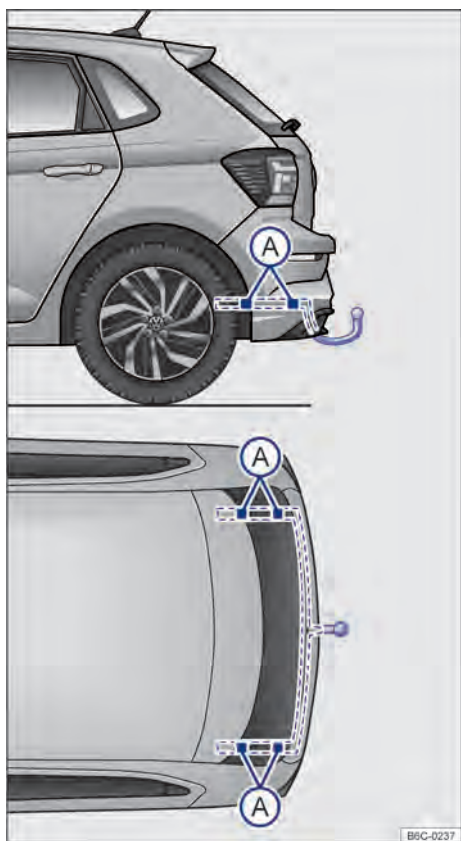

Fig. 158 Pontos de fixação para instalar um dispositivo de reboque posteriormente.
A figura → Fig. 158 ilustra, como exemplo, o ponto de fixação para instalar um dispositivo de reboque do modelo Polo.
A montagem posterior de um dispositivo de reboque deverá ser efetuada de acordo com as instruções do respectivo fabricante do engate, sempre respeitando os pontos de fixação indicados na → Fig. 158 (A).